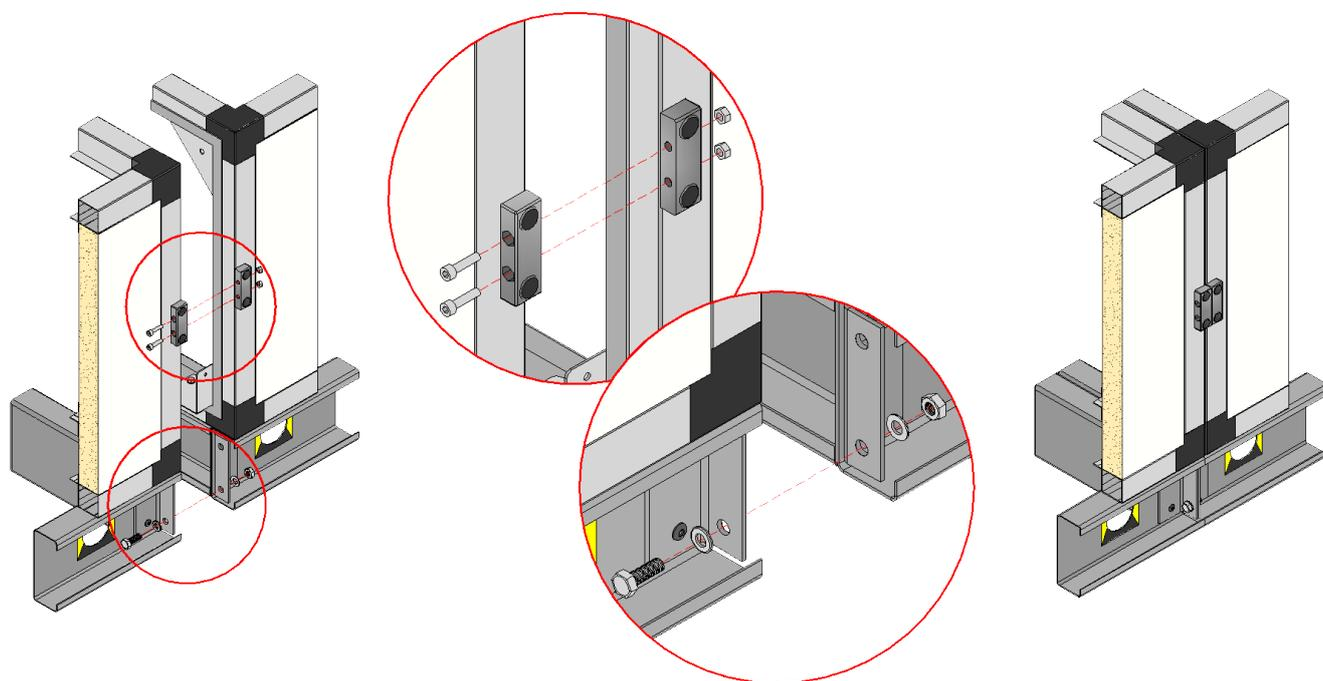
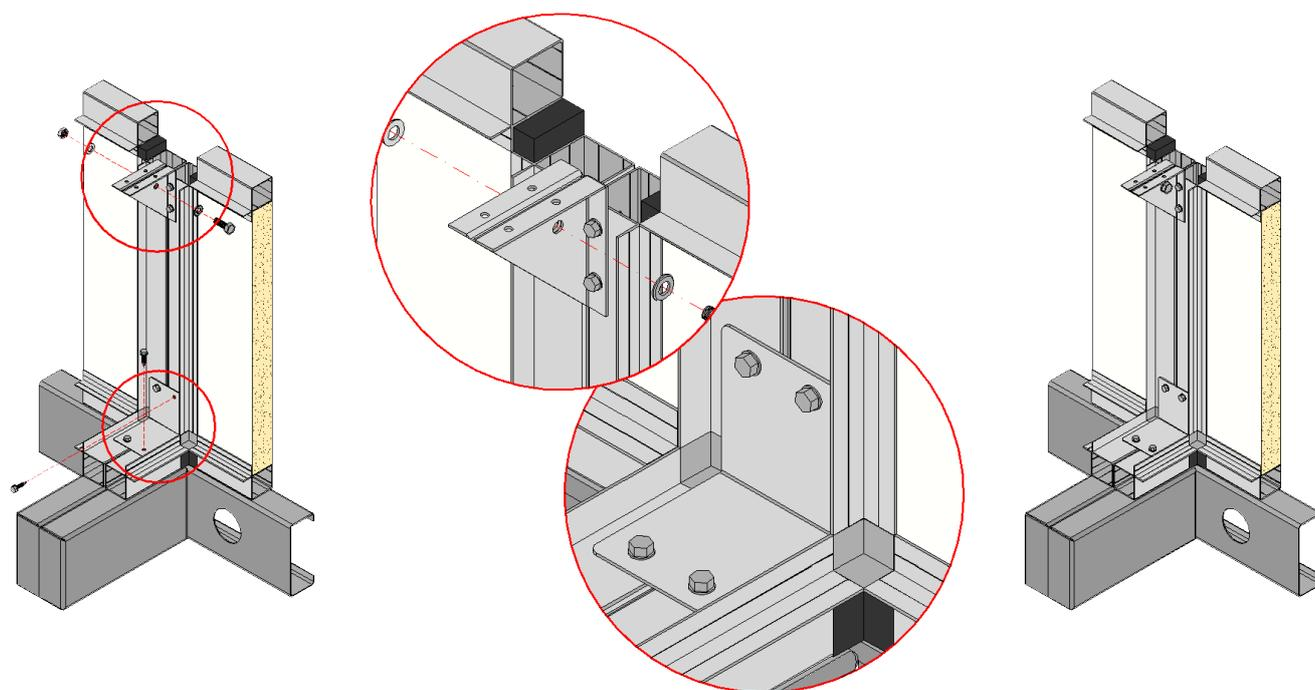

Fig. 5
Fig. 6
3. Accoppiare le sezioni attraverso i fori praticati nella piastra, usando le viti M8 in dotazione e serrarle in modo moderato e graduale, su tutto il perimetro (coppia di serraggio 8-12 Nm/0,8-1,2 kgm), sino a che la guarnizione sul profilo sia compressa in modo uniforme (Fig.5 e Fig.6).